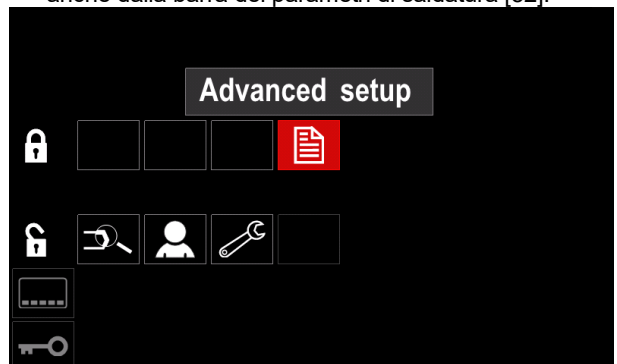

Figura 55
- Premere la manopola destra [44]. L'icona del parametro selezionato scomparirà dalla parte inferiore del display (Figura 55). Questo parametro scompare anche dalla barra dei parametri di saldatura [52].